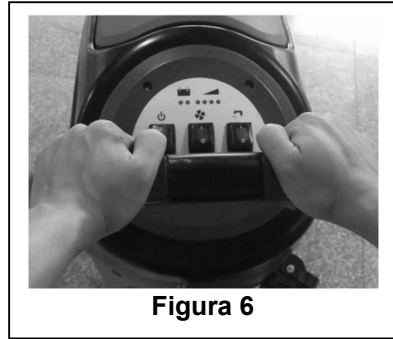

Figura 6
Por experiencia, el método de empujar la máquina, indicado en la Figura 6 a la derecha es más conveniente, los operadores sienten sus manos más cómodas, lo que reduce el cansancio. Es recomendable que los operadores empujen la máquina de esta manera.
2. Mantenga el interruptor de seguridad (1) (de la manera indicada en la **Figura 6**), empuje la máquina e inicie el trabajo de limpieza.